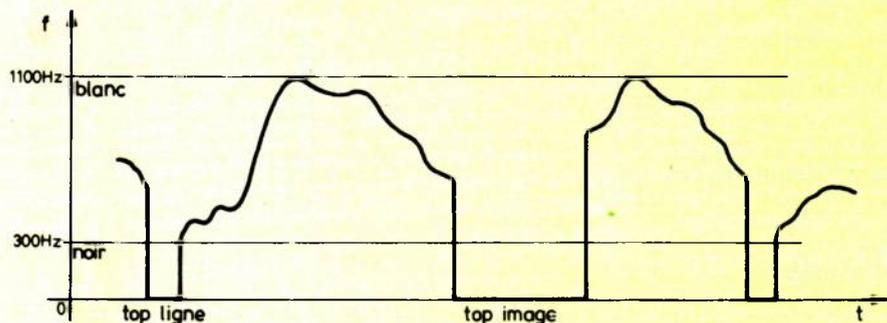

Figure 4 :
- la fréquence de la porteuse ou de la sous-porteuse correspondant au niveau infra-noir de synchronisation, on code le noir par un ΔF de 300 Hz et le blanc par un ΔF de 1 100 Hz. L'information vidéo se trouve donc dans une plage allant de ΔF 300 Hz à ΔF 1 100 Hz (**voir figure 4**).